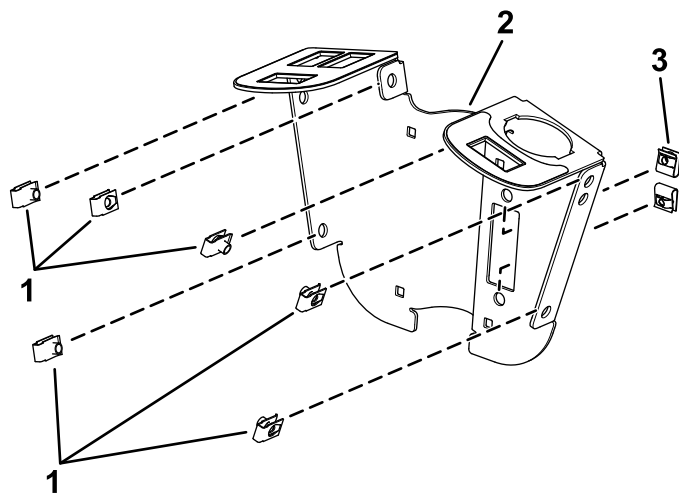

Figura 1
1. Instalai cele 6 clemă i 2 piuliie de viteză pe suportul comutatorului (Figura 1).